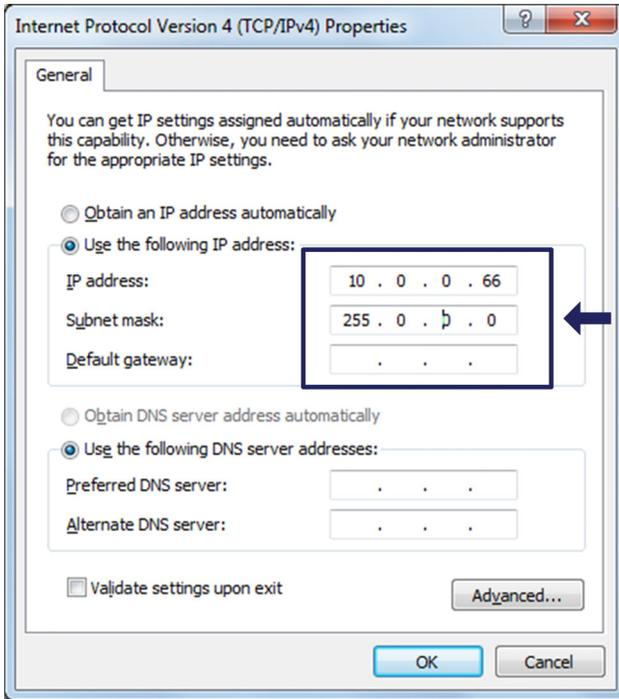

Abb. 3.9 IP-Adresse und Subnetzmaske
- ▶ Geben Sie die Daten für die **IP-Adresse** und die **Subnetzmaske** ein (Abb. 3.9).